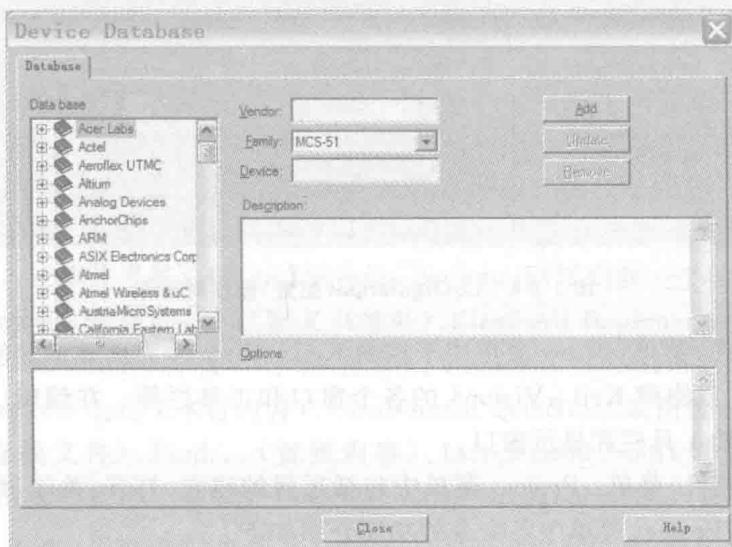

图 1-2-3 Device Database 对话框
① File(文件)菜单: File(文件)菜单命令主要用于对文件的常规(新建文件、打开文件、关闭文件与文件存盘等)操作, 其功能、使用方法与 Word、Excel 等应用程序一致。但“文件”菜单的 Device Database 命令是特有的。Device Database 用于修改 Keil  $\mu$ Vision4 支持的 8051 芯片型号以及 ARM 芯片的设定。Device Database 对话框如图 1-2-3 所示, 用于添加或修改 Keil  $\mu$ Vision4 支持的单片机型号以及 ARM 芯片。